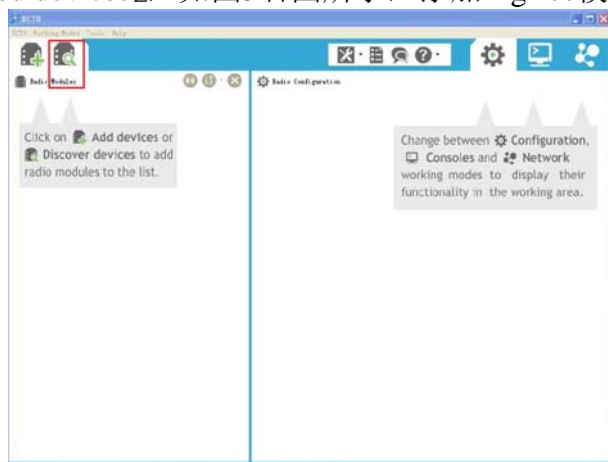
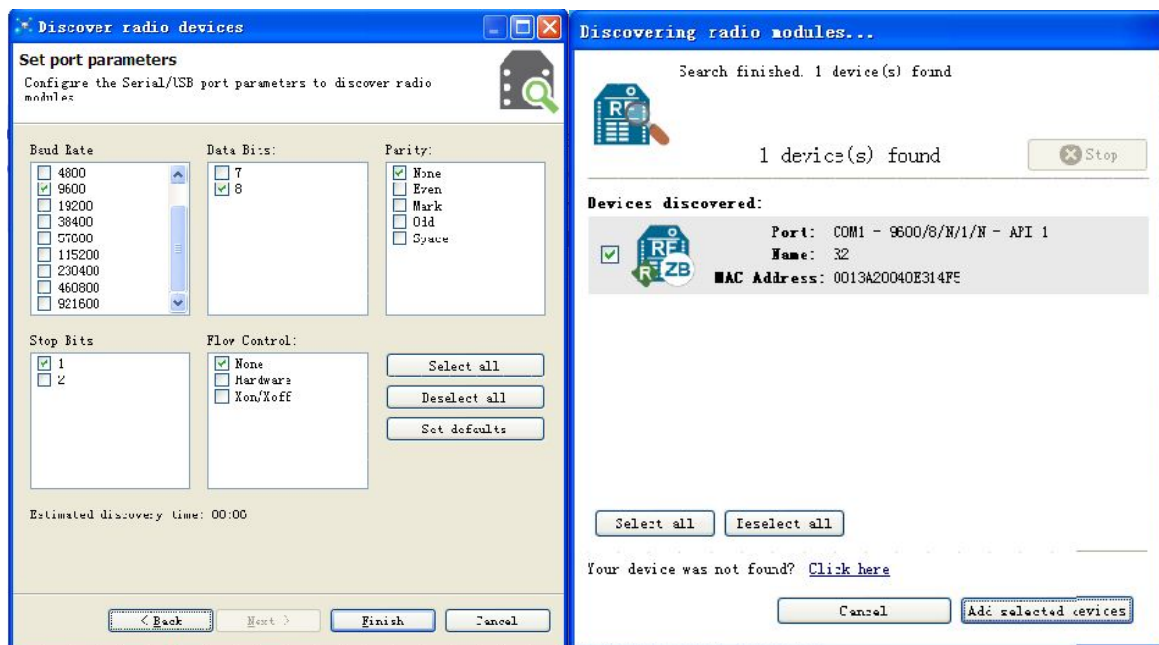

图4 软件界面
图5 通信参数设置
- ② 在“XCTU”软件界面，如图4所示，打开“Modules”图标，选择使用的通信口并勾选，单击【Next】设置通信参数，如图5左图所示，单击【Finish】后，勾选后单击【Add selected devices】，如图5右图所示，添加 ZigBee 模块。